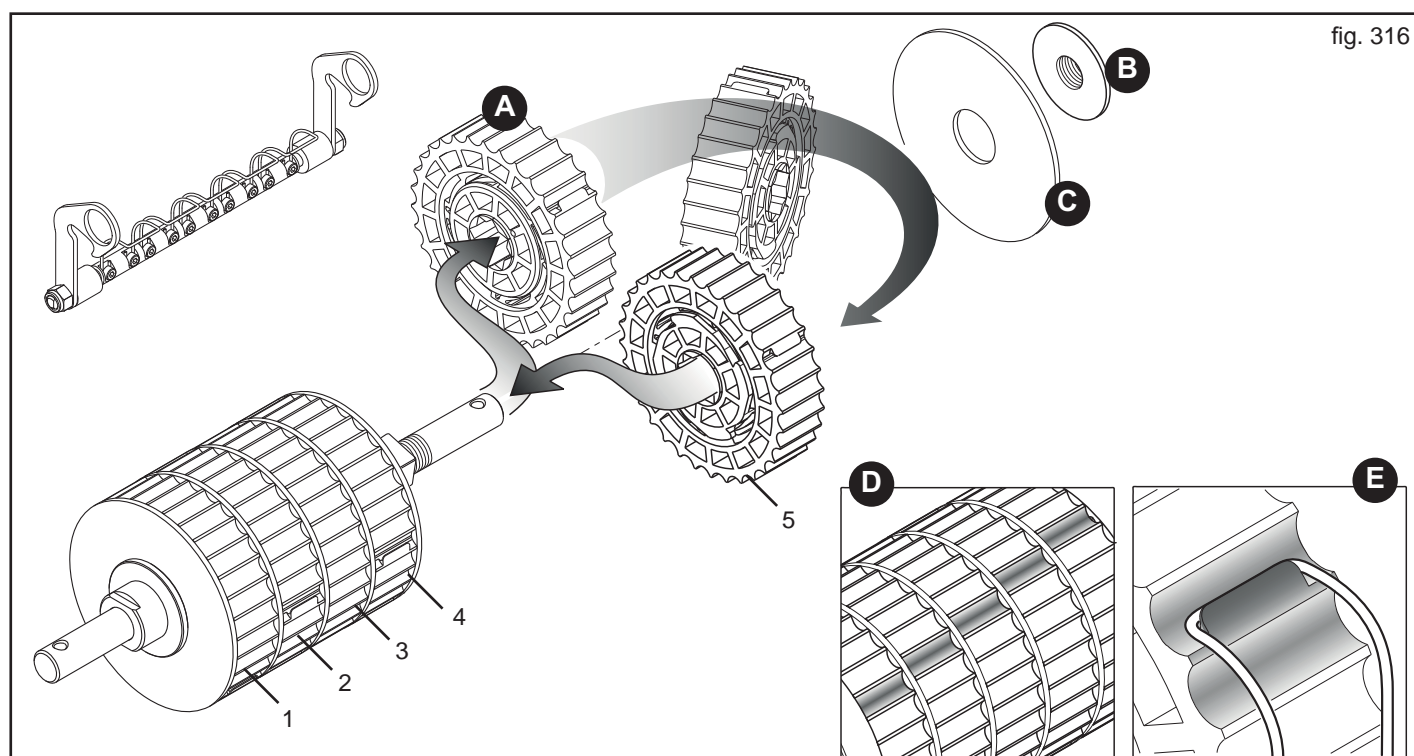

fig. 316
Considerando que cada sector (A, Fig. 316) distribuye el 20% del producto de todo el rodillo dosificador, es posible aumentar los sectores de trabajo y reducir respectivamente la velocidad de rotación del cambio para obtener una distribución homogénea.
Tras haber desmontado el rodillo de dosificación de la máquina, utilice la llave en dotación para destornillar el pomo (B, Fig. 316) y quitar la rosca de bloqueo (C). Quitar el sector o los sectores a activar e instalarlos rotándolo 180°, **respetando las posiciones** (1-2-3-4-5, Fig. 316).
Al instalar nuevamente los sectores, verifique que en condiciones de trabajo las acanaladuras de los sectores activos se encuentren escalonadas las unas respecto a las otras (D, Fig. 316), para garantizar continuidad en la distribución.
Bloquear el elemento limpiador en la posición de funcionamiento verificando que los resortes enganchen los sectores excluidos (E, Fig. 316) para impedir su rotación y, por lo tanto, la distribución.